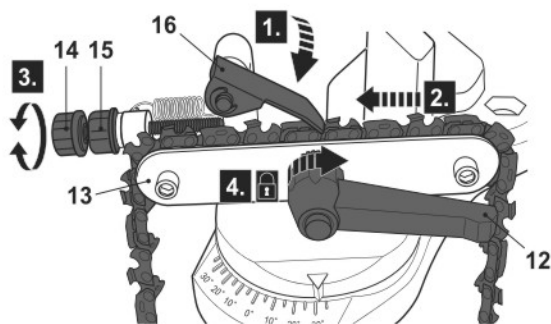

Fig. 8
- > Deslize o batente de corrente (16) para a frente e deixe-o mesmo atrás do elo da corrente de corte que será afiado (Fig. 8).
- > Exerça tensão na corrente de serra para trás, em direção ao batente de corrente (16).
- > Pressione a caixa do motor (3) pela respetiva pega (1) para verificar a quantidade de material que será desbastada.
- > Ajuste o batente de corrente (16) com o respetivo parafuso de ajuste (14) rodando para a direita ou para a esquerda. Pressione a caixa do motor (3) pela respetiva pega (1) repetidamente para verificar o ajuste.
- > Assim que obtiver o ajuste pretendido, feche o torno (13) para fixar a corrente na posição, rodando a alavanca de aperto (12) para a direita, e aperte o retentor de ajuste (15) rodando para a direita.